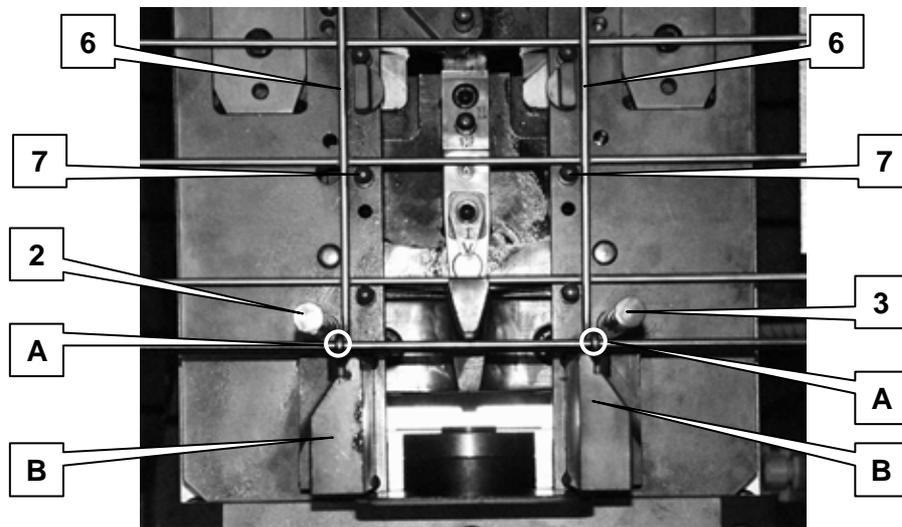

Figura 4.67 – Posizionamento della passerella
5. Verificare che tutti i fili trasversali **6** siano esterni alle spine **7** (figura 4.67);
☞ Verificare che i fili **A** siano esterni ai cursori laterali **B** e interni ai perni **2** e **3** (figura 4.67).